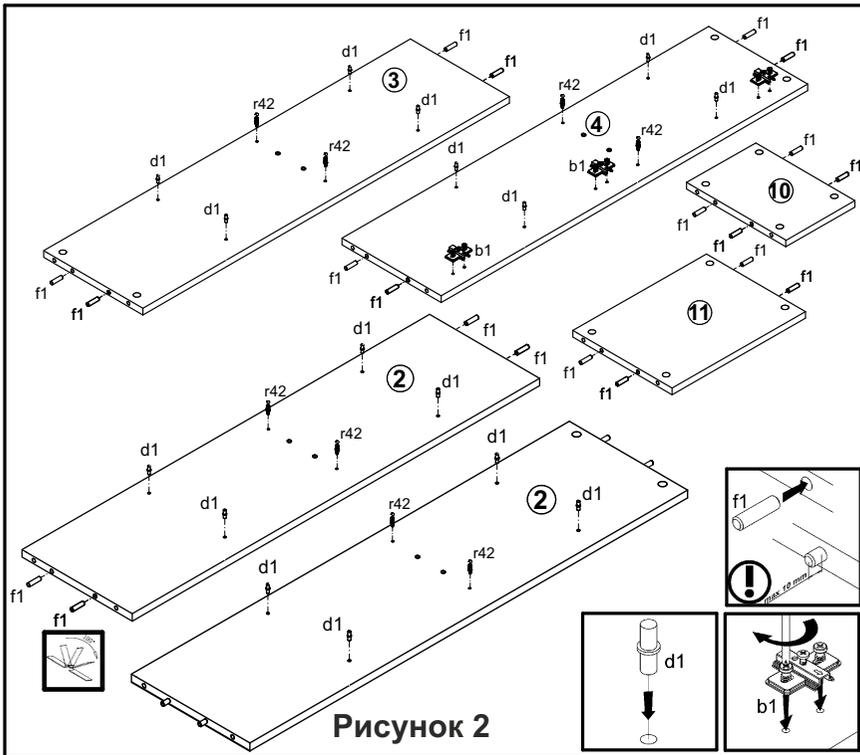

Рисунок 2
4. В отверстия **Ø5 мм** на внутренних поверхностях стенок боковых **3,4**, на обеих поверхностях стенки средней **2** вставить полкодержатели **d1** (см. рис. 2).
5. В отверстия **Ø5 мм** на внутренней поверхности щита верхнего **5**, стенок боковых **3, 4**, на обеих поверхностях стенки средней **2** вкрутить винты стяжки **r42** (см. рис. 2, 3).